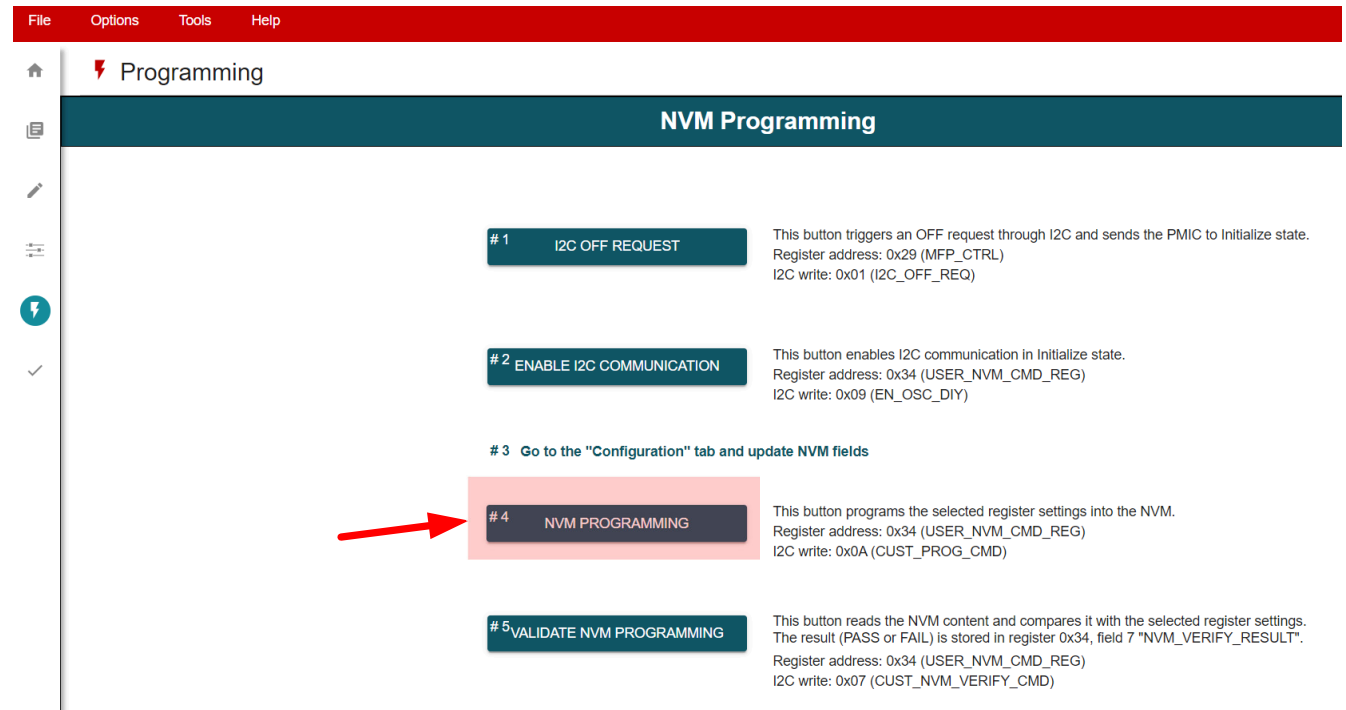

图 5-13. 使用 TPS65215-GUI 重新对 NVM 进行编程
- 图 5-13 显示了使用 TPS65215-GUI 时用于将寄存器设置保存到 NVM 的按钮。